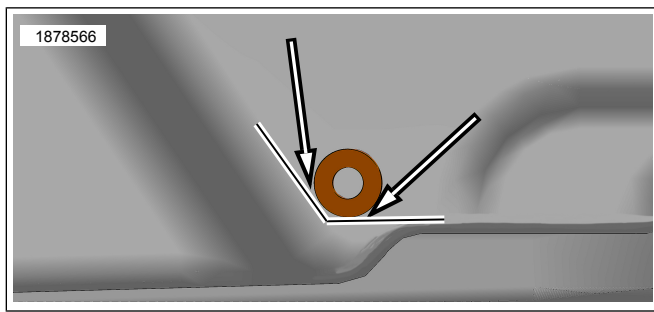

図3。サドルバッグ下穴ドリルの位置
- b. 図3キット付属のグロメット (7) をドリル位置ガイドとして使用します。